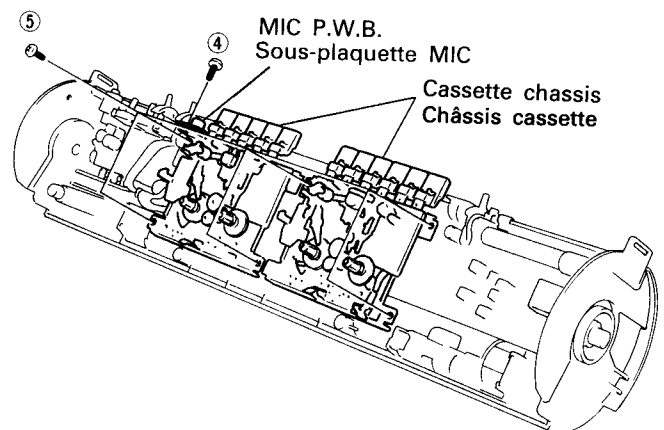

Fig. 3
2. MIC P.W.B. (Fig. 3)
3. Cassette chassis (Figs. 3 and 4)
Remove six screws ⑤. (Fig. 3)
Dégager la partie ① en la tirant des deux côtés. Tirer l'assemblage du boîtier avant dans la direction de la flèche (lorsque l'assemblage du boîtier avant est à moitié dégagé, débrancher le connecteur ① de la plaquette de circuit imprimé (PCI)) (Fig. 3).
2. Sous-plaquette MIC (Fig. 3)
3. Châssis de positionnement de cassette (Fig. 3 et 4)
Déposer les six vis ⑤. (Fig. 3)